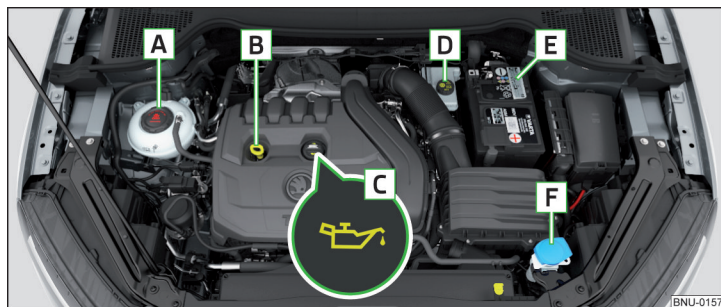

Fig. 306 Ejemplo de orden en el vano motor
- ▶ Desenrosque el tapón de la boca de llenado de aceite de motor **C** » fig. 306 de la pág. 281.